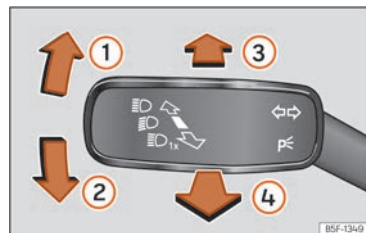

Abb. 73 Blinker- und Fernlichthebel.
- Drücken Sie den Blinker- und Fernlichthebel aus der Ausgangsstellung nach vorne »» **[Abb. 73] ③**.
- **ODER:** Ziehen Sie bei eingeschaltetem Fernlichtassistenten den Blinker- und Fernlichthebel nach hinten »» **[Abb. 73] ④**.